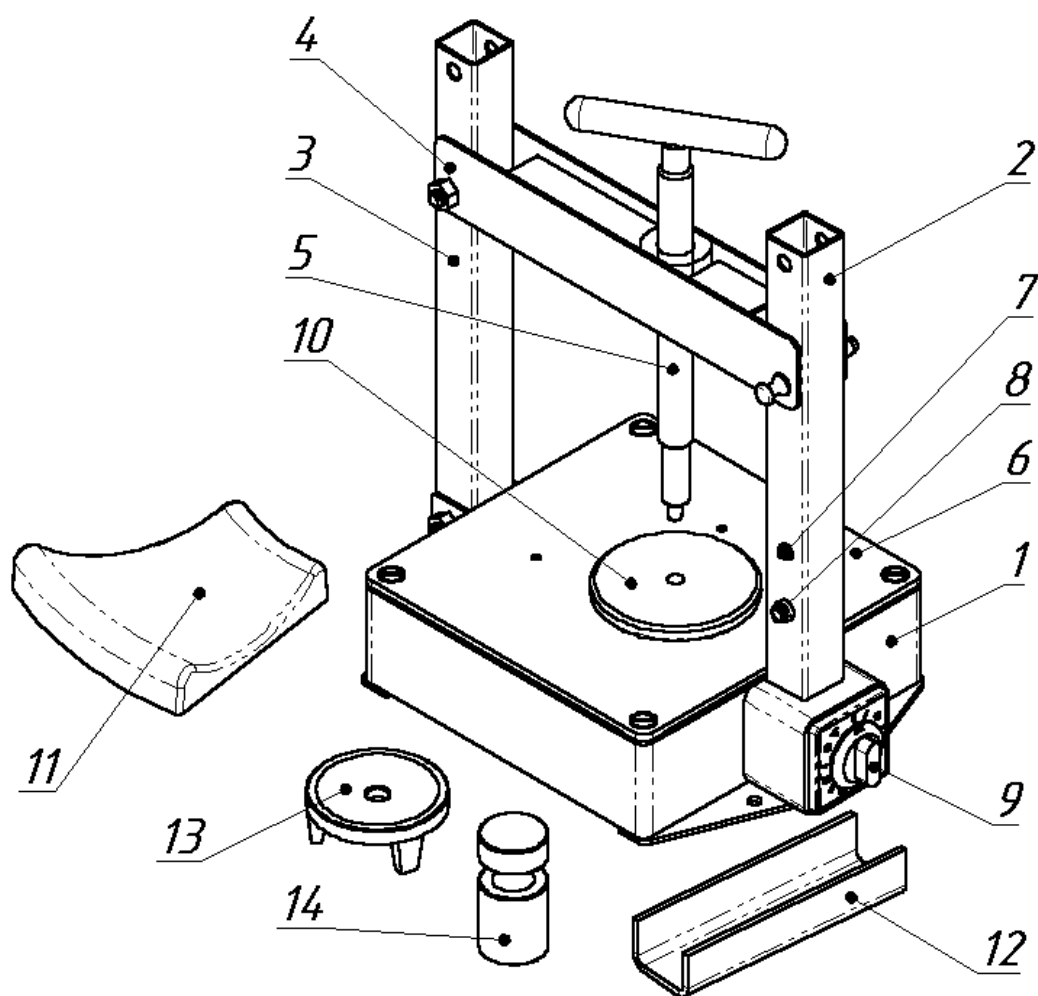

Рис. 1 Общий вид электровулканизатора
4.1 Электровулканизатор (рис. 1) состоит из корпуса 1 с закрепленной на нем стойкой 2, подвижной стойки 3, переключателя 4, нажимного винта 5 и плиты 6, привернутой к корпусу 1 через теплоизолирующие прокладки.
Для вулканизации камер установить перекладину 5 в положение, указанное на рис. 1.